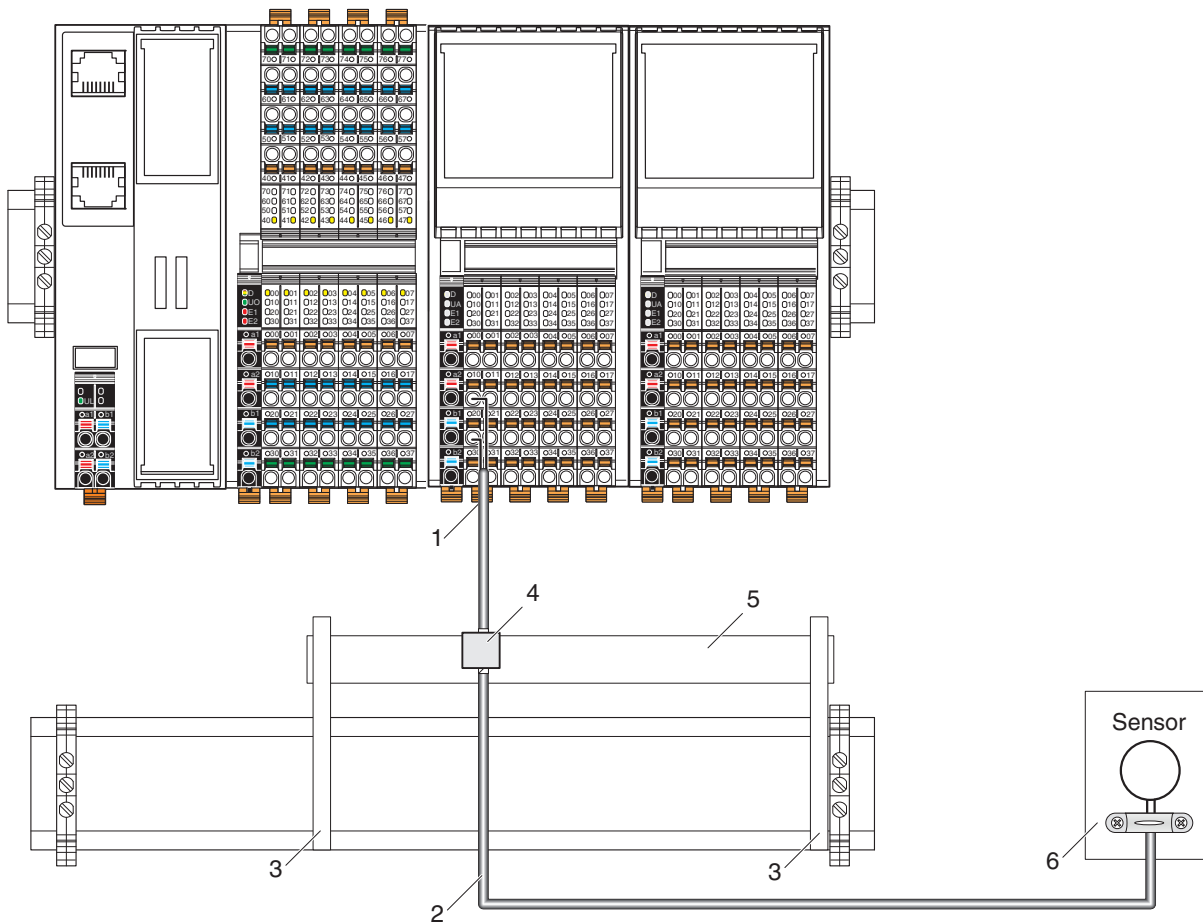
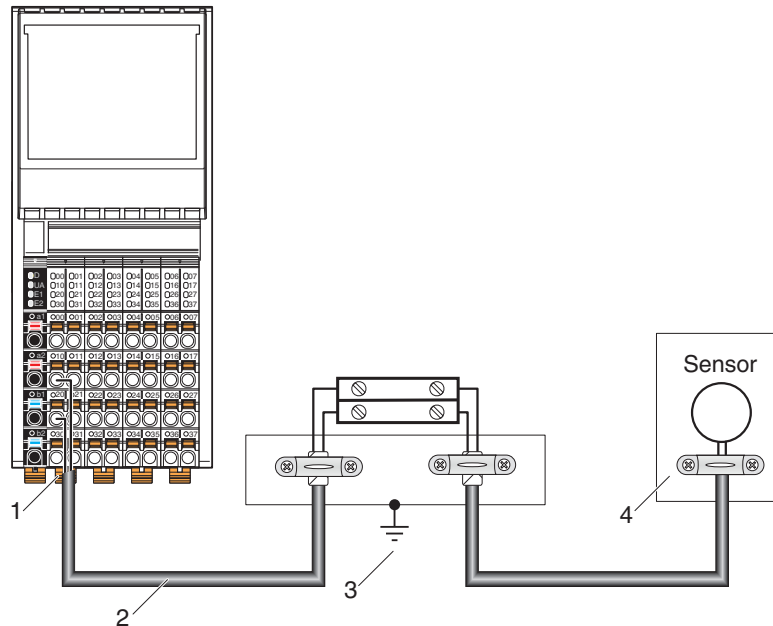

Abb. 8-9 Anschluss der Schirmung auf einer Sammelschiene
Abb. 8-10 Integration der analogen Schirmung in ein Konzept mit zentralem Potenzialausgleich am Schaltschrankeingang
- Schließen Sie die Schirmung über eine Schirmschiene an. (siehe Abb. 8-9)
- Grundsätzlich darf die Schirmung nur einseitig direkt mit dem PE-Potenzial verbunden werden. Damit werden Potenzialausgleichsströme über die Schirmung unterbunden (siehe Abb. 8-9 und Abb. 8-10).
- Integrieren Sie das Schirmkonzept für analoge I/O-Leitungen gegebenenfalls in das Anlagenkonzept. Z. B. ist es sinnvoll, eine zentrale FE-Schirmanbindung am Schaltschrankeingang zu nutzen (siehe Abb. 8-10).